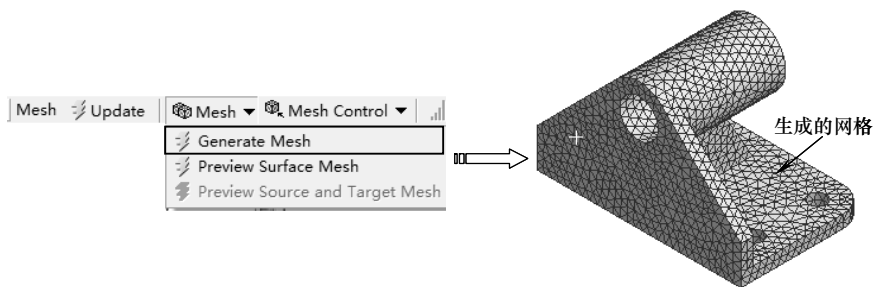

图 5-74 生成网格
3) 在【Outline (分析树)】中选择【Mesh】节点，单击【Mesh】工具栏上的【Mesh (网格)】|【Generate Mesh (生成网格)】命令，将弹出网格生成进度条，表明正在划分网格。当网格划分完成后，进度条自动消失，最终生成效果如图 5-74 所示。